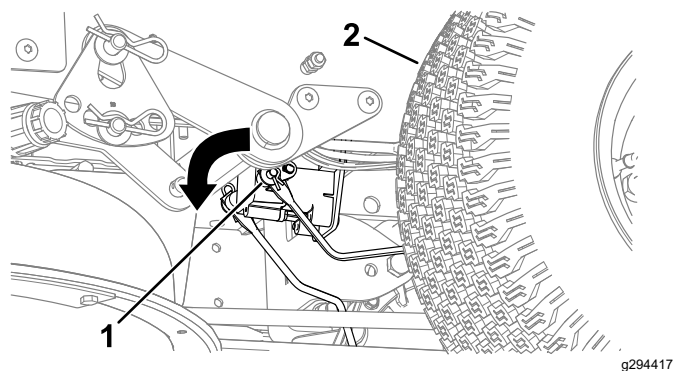

Figura 53
4. Individuate l'albero sul freno elettrico in cui sono collegati i bracci di attacco del freno (Figura 53).
5. Ruotate l'albero in avanti per rilasciare il freno come illustrato nella Figura 53.